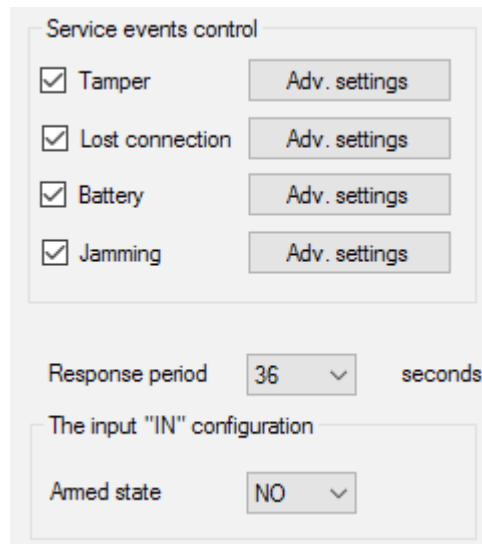

Imagen 23. Menú de configuración de salidas de servicio en la página «Zonas de radio»
No lo olvide: cuanto mayor sea el período de sondeo (Imagen 23) de los sensores (varía de 12 a 300 segundos, configurado por defecto en 36 segundos), más larga será la vida útil de la batería de los sensores inalámbricos. Al mismo tiempo, se sugiere no utilizar un largo período de sondeo en sistemas seguros para lugares donde el retraso puede ser crítico (por ejemplo, en instituciones financieras). Cuando el período de sondeo es demasiado largo, el intervalo de tiempo de los estados que envían los sensores aumenta, lo que influye en la reacción de protección del sistema a los eventos de servicio (por ejemplo, evento de conexión perdida). El sistema siempre reacciona inmediatamente a los eventos de alarma con cualquier período de sondeo.
6. Las **4 salidas (T, S, B, J)** corresponden a las zonas de servicio (Imagen 18). Las zonas de servicio se utilizan para enviar datos de funcionamiento a la unidad central. El funcionamiento de las salidas de servicio es ajustable (Imagen 23), pueden ser impulsos del tipo biestable. Es posible desactivar las salidas de servicio, en caso de que no se utilicen en la unidad central del sistema de seguridad (panel). Para desactivarlas, desmarque la casilla de verificación con el nombre de la salida correspondiente en el software de configuración (Imagen 23).